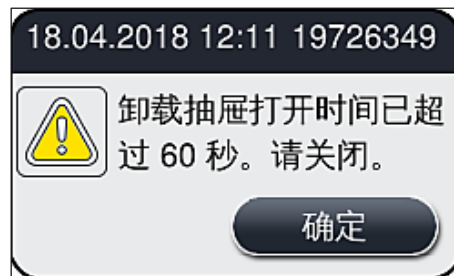

图 77
- 如果卸载抽屉的打开时间超过 60 秒,用户将收到一条信息消息(→图 77)。